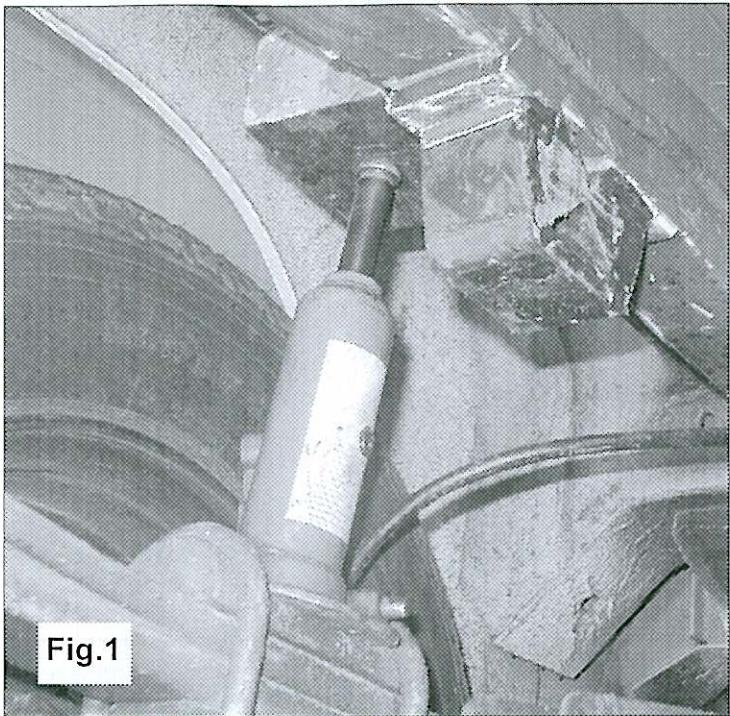

Fig.1
2. Setzen Sie einen Wagenheber zwischen das Federpaket und die Karosserie und pressen Sie das Federpaket +/- 3 bis 4 cm nach unten. Passen Sie auf, dass keine Dellen in die Karosserie gedrückt werden. Siehe Abb. 1.
- Placez un cric entre le paquet de ressorts et la carrosserie et comprimez les ressorts +/- 3 à 4 cm vers le bas. Faites attention à ne pas faire de bosse dans la carrosserie. Cf. fig. 1.